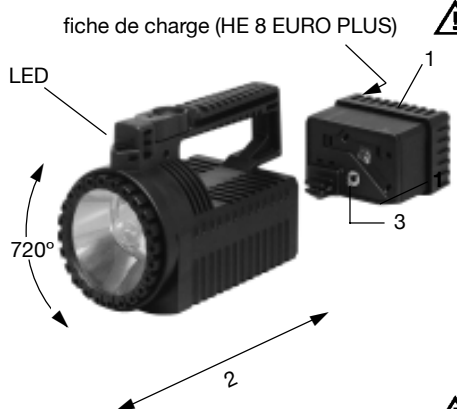

Fig 2
3. Enlever la bague de serrage en la tournant à gauche (fig.2).
3. Ouvrir le couvercle du bloc batterie (fig. 2, pos. 3, la vis peut être desserrée au moyen d'une pièce) et sortir les piles.
2. Desserrer la vis à six pans creux SW3 à l'arrière du bloc batterie embrochable (fig. 2, pos.1) et sortir le jeu d'accus.